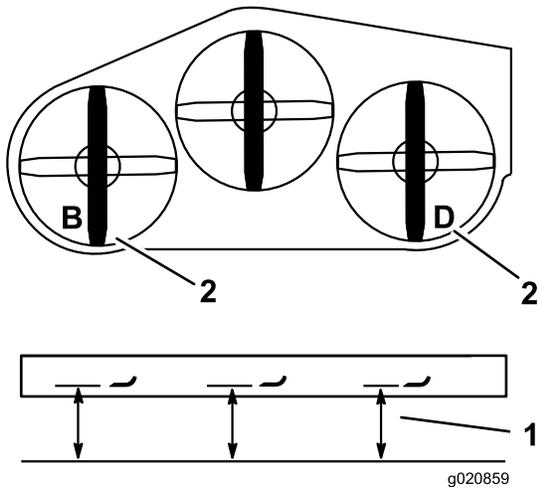

図 85
2. **B**位置で、平らな床面からブレードの刃先までの高さを測り、測定値を記録する **図 85**。
3. **D**位置で、平らな床面から右側ブレードの刃先までの高さを測り、測定値を記録する **図 85**。
4. **B**位置における測定値が、**D**位置における測定値の $\pm 3\text{mm}$ 以内であれば適正とする。(**図 85**)。高さの差がこの範囲内には以下の手順で調整する。